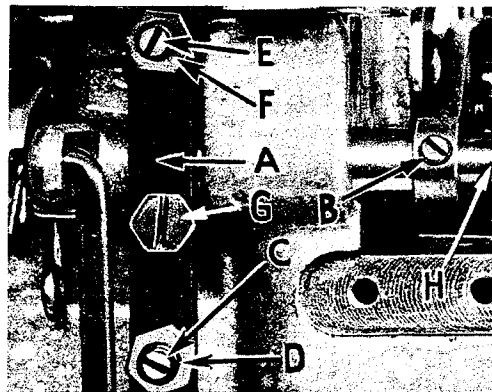

Fig. 16
Befestige den Drückfuß an seinem Arm, schwinde den Arm beim Höchststand der Nadel ein und sichere den Arm in seiner rechtsseitigen Endstellung. Wenn nötig, kann der Drückfuß nach dem Stichlochschlitz der Stichplatte neu ausgerichtet werden, und zwar durch Verschieben der Drückfuß-Schwingwelle (H, Fig. 16). Um die Welle zu bewegen, löse die Schraube (B, Fig. 16) am Stelling (G) und die Klemmschraube (G). Dann schiebe die Drückfuß-Schwingwelle je nach Bedarf nach links oder rechts. Ziehe die Stellingsschraube und die Klemmschraube wieder an.
Hebel (A, Fig. 16) und der Stelling (B) sichern diese Achse seitlich. Achte darauf, daß der Drückfußarm sich nicht verklemmt oder in die Höhe geht, wenn der Druck weggenommen ist. Um den Nadelschlitz am Drückfuß mit dem Stichloch der Stichplatte in Übereinstimmung zu bringen, löse die Drückfuß-Gelenkschraube.
Stelle die Hub-Begrenzschaube (C, Fig. 16) so ein, daß der Fuß nicht weiter angehoben werden kann als es der Obergreifer zuläßt. Hierauf ziehe die Sicherungsmutter (D) fest an. Der Drückfuß-Lifterhebel soll etwa $1/16''$ bis $1/8'' = 1,6 \text{ mm}$ bis $3,2 \text{ mm}$ freien Weg haben bevor der Drückfuß angehoben wird. Diese Einstellung wird mit der Schraube (E) vorgenommen und durch die Mutter (F) gesichert. Zum Schluß montiere das Stoffablaufblech, den Stoffanschlag und die Scharnierplatte.
Assemble the presser foot to presser arm. With needle in high position, swing presser arm into sewing position and set the presser foot to align needle holes (front and back) and flat on throat plate. The front edge of needle hole in presser foot must be aligned with front edge of needle hole in throat plate. It is also important that the bottom of the presser foot be flat on the throat plate. If necessary, presser foot can be realigned with throat plate slots by shifting the foot lifter lever shaft (H, Fig. 16). To move the shaft, loosen collar screws (B, Fig. 16) and clamp screw (G) and then shift the foot lifter lever shaft to the left or right as required. Retighten collar screws and clamp screw.
The foot lifter lever arm (A, Fig. 16) and the collar (B) secure the shaft. Be sure the presser arm does not bind and rise when presser foot release bushing is unlocked.
Adjust lifter lever stop screw (C, Fig. 16), so that presser foot can be raised no higher than upper looper will permit; then lock the nut (D). There should be from $1/16''$ to $1/8'' = 1,6 \text{ mm}$ to $3,2 \text{ mm}$ free motion of foot lifter lever before the presser foot begins to rise. This adjustment should be made with screw (E) and locked with nut (F). Re-assemble the chip guard, fabric guard and cloth plate. To assemble chip guard, turn handwheel until upper knife assembly reaches its highest position.